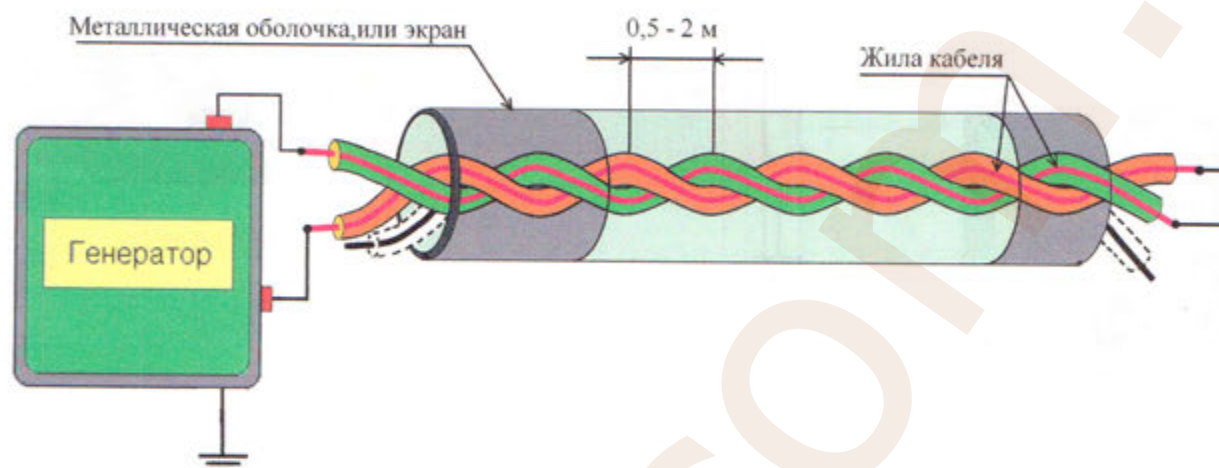

Рисунок 12 – Схема подсоединения генератора к жилам кабеля (проведения поиска искомого кабеля в пучке)
5.3.4.2 Генератор подсоединить между двумя неповрежденными жилами кабеля (см. рисунок 12), которые закорочены на противоположном конце перемычкой.